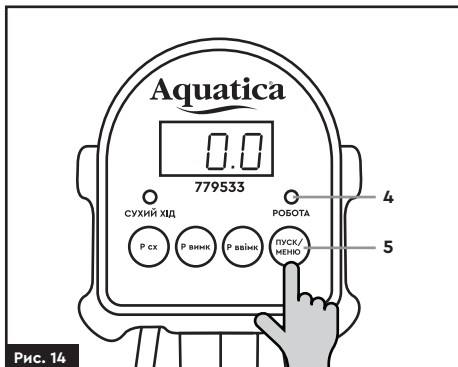

Рис. 14
9. Після короткочасного натискання на кнопку «ПУСК/МЕНЮ» (5) (рис. 14) підключений насос буде працювати у автоматичному режимі. Буде блимати зелений індикатор «РОБОТА» (4) (рис. 14).